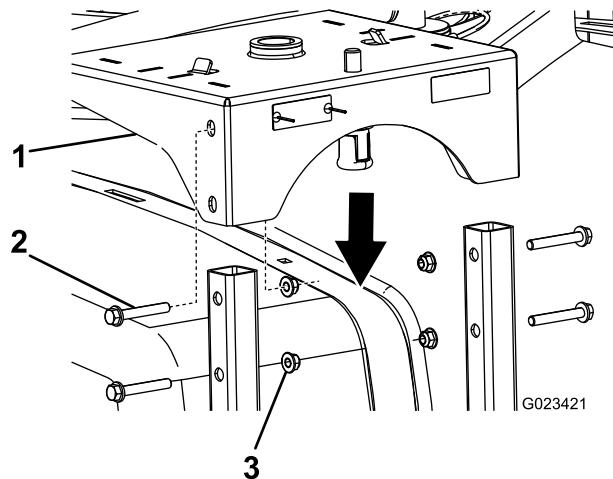

Figura 3
3. Adagiate la base dell'avvolgitubo sui supporti per avvolgitubo e fissatela con 4 bulloni lunghi (3/8") e 4 dadi flangiati (3/8") come mostrato in Figura 3.